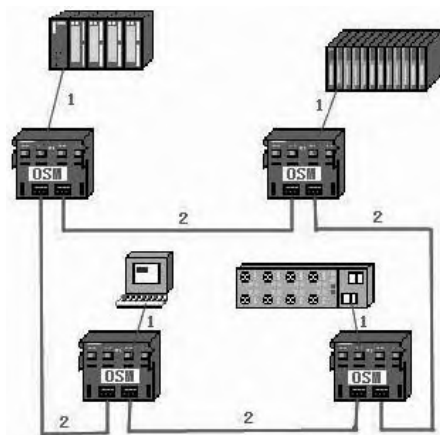

图 7-53 环型拓扑应用
③ 环型 如图 7-53 所示。西门子的网络中, 用 OLM (Optical Link Module) 模块将网络首位相连, 形成环网, 也可用 OSM (Optical Switch Module) 交换机组成环网。与总线型相比冗余环网增加了交换数据的可靠性。如图 7-53 所示, 4 台交换机组成环网, 交换机再与 PLC、计算机和远程 IO 模块组成网络, 这种拓扑结构, 在工控中很常见。